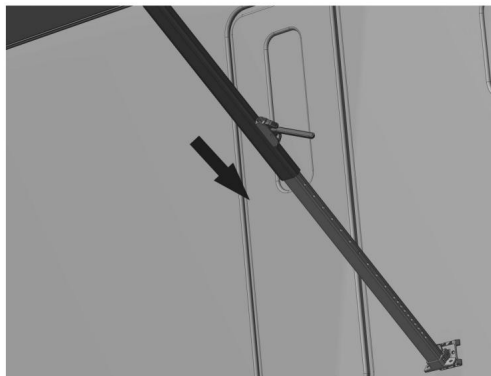

Figure D14
4.2.3 Soulevez le loquet du bras et appuyez sur la tête de verrouillage pour rétracter les bras de support. Voir (Figure D14)